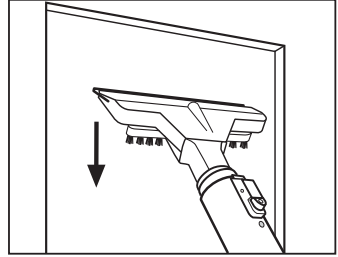

Abb. 20
- Die Gummilippe auf die Scheibe drücken und das Wasser aufsaugen; den Scheibenwischer dabei von oben nach unten bewegen (**Abb. 20**)